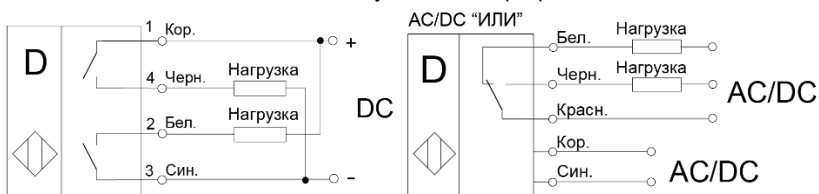

Рисунок 3 - Варианты схем подключения выключателей
3.10 Выключатели включают в электрическую цепь по проводной схеме (Рис. 3). Соответствие выводов и схема подключения указаны в маркировке выключателя.